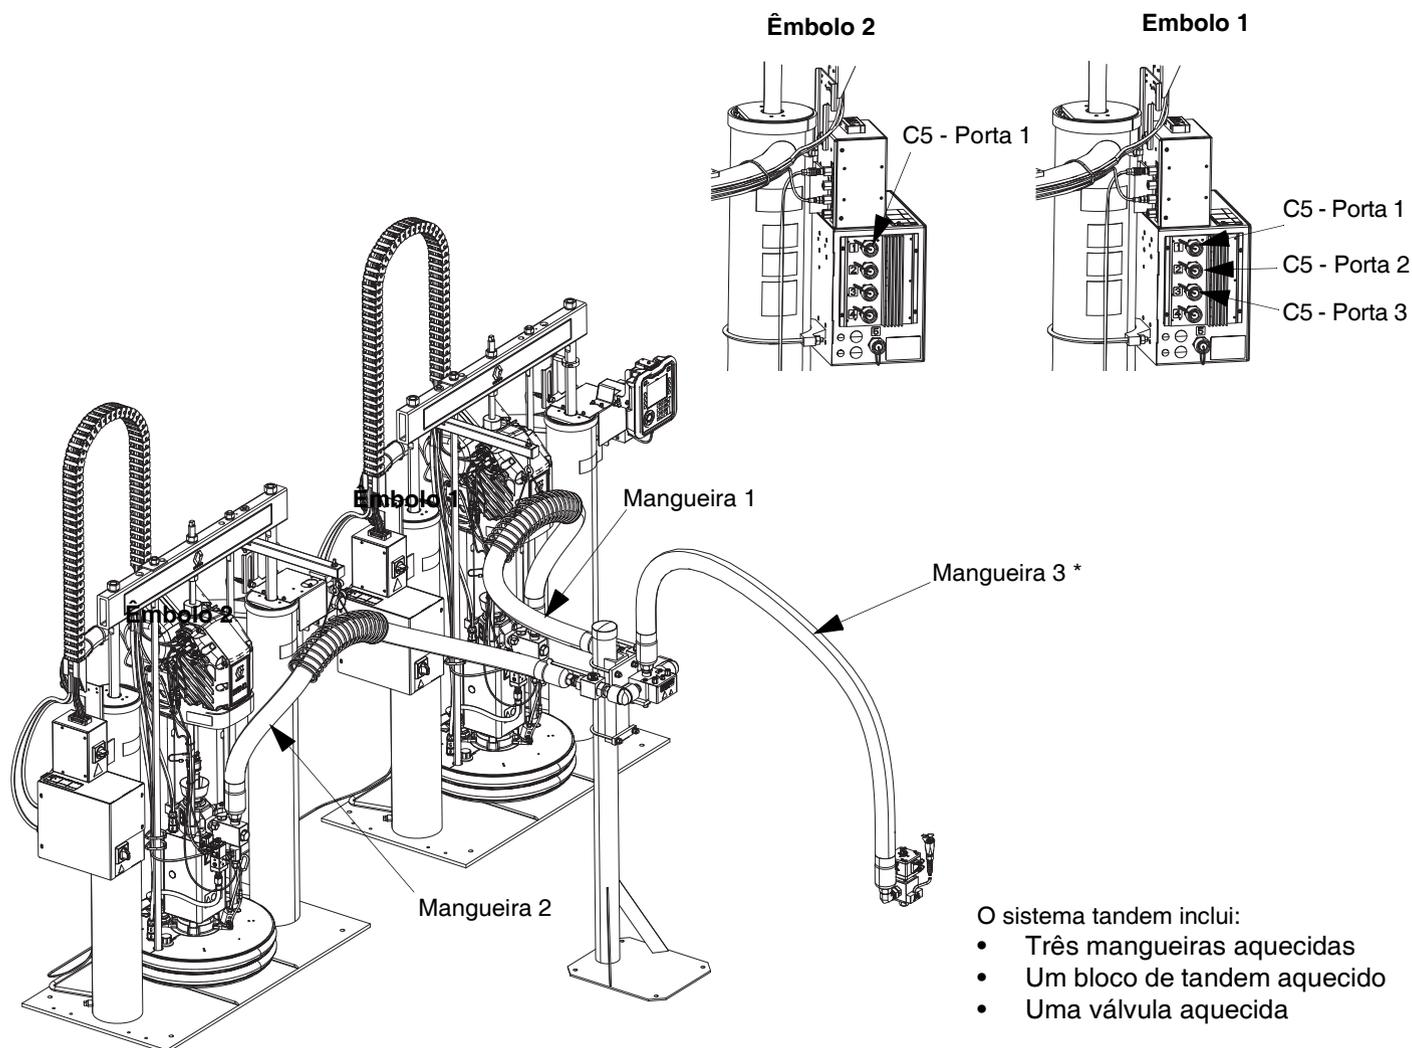

FIG. 26
- Válvula aquecida - Ligação elétrica quadrada da mangueira 4 à válvula axial de distribuição (B),
- Bloco de tandem aquecido - Ligação elétrica quadrada da mangueira 1 ou mangueira 2 ao bloco de tandem aquecido (R). Consulte a FIG. 26.